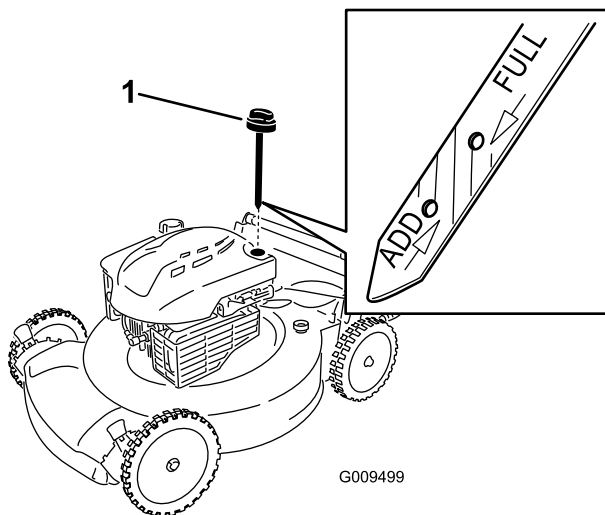

Рисунок 4
1. Извлеките масломерный щуп (Рисунок 4).
2. Медленно заливайте масло в маслозаливной патрубок до тех пор, пока уровень масла не достигнет отметки Full (ЗАПОЛНЕНО) на масломерном щупе (Рисунок 4). **Не допускайте переполнения картера.**